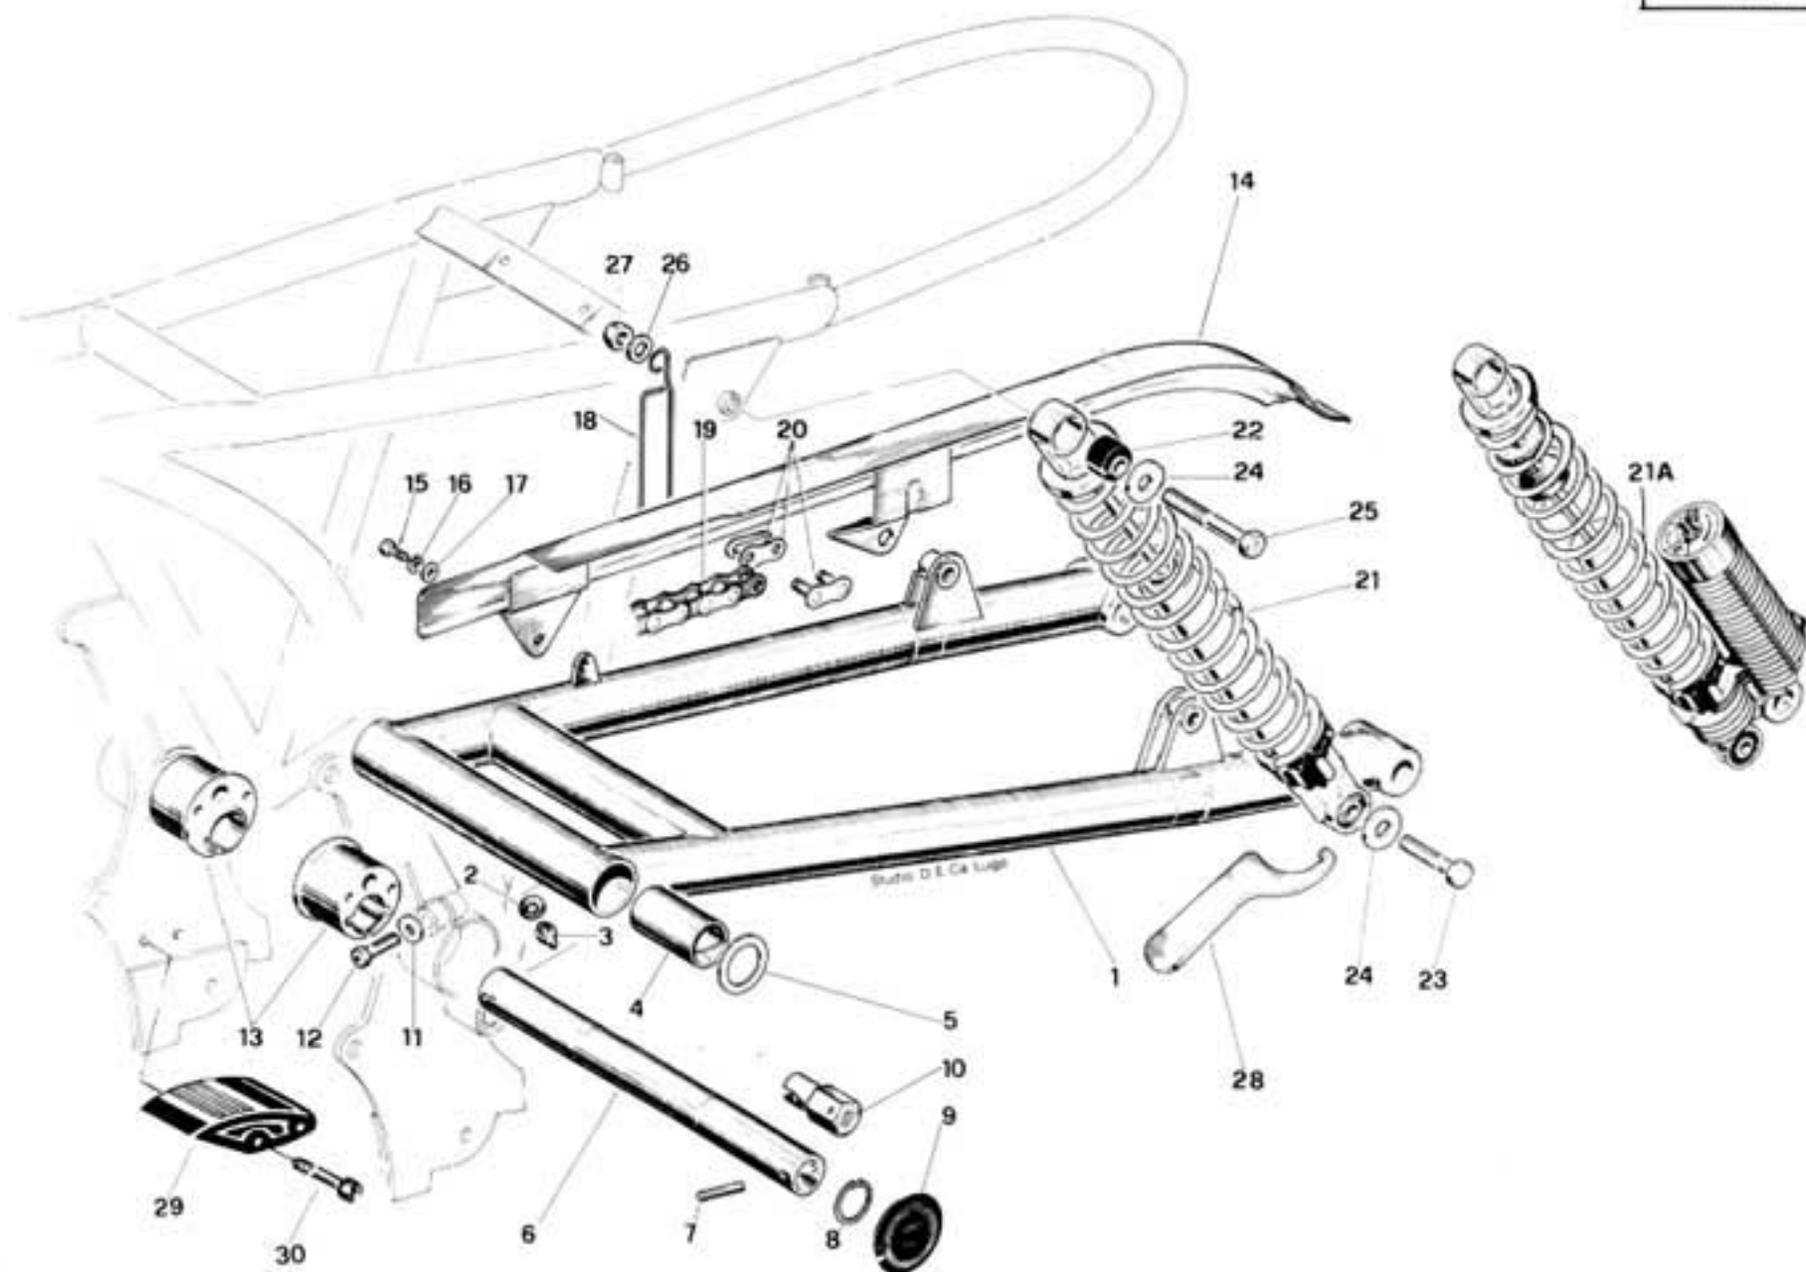

Fig. 101
**FORCELLONE OSCILLANTE (fig. 101)**
La fig. 101 illustra i pezzi che compongono questo gruppo.
Fig. 101 shows the various component parts of the swinging arm assembly.